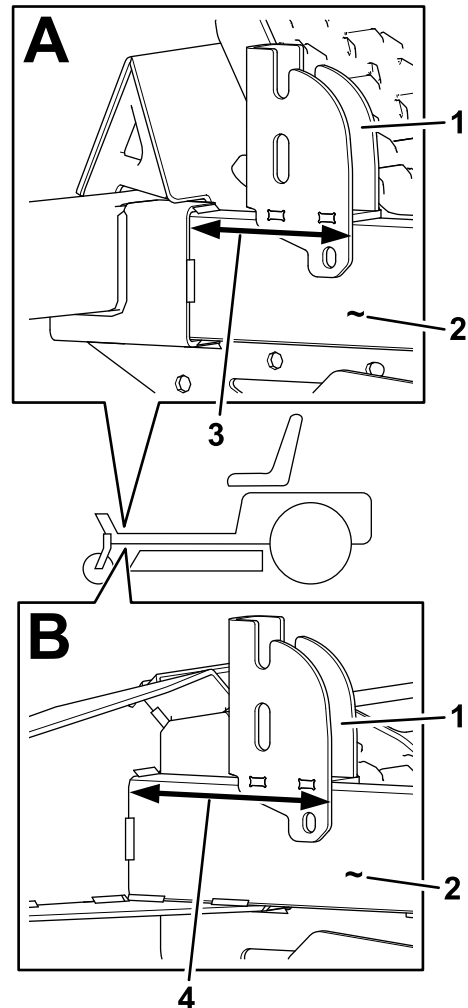

Bild 2
1. Halten Sie die Halterung des Stützgriffs an die linke Rahmenschiene und positionieren Sie sie entsprechend den Abmessungen für Ihr jeweiliges Modell (**Bild 2**).